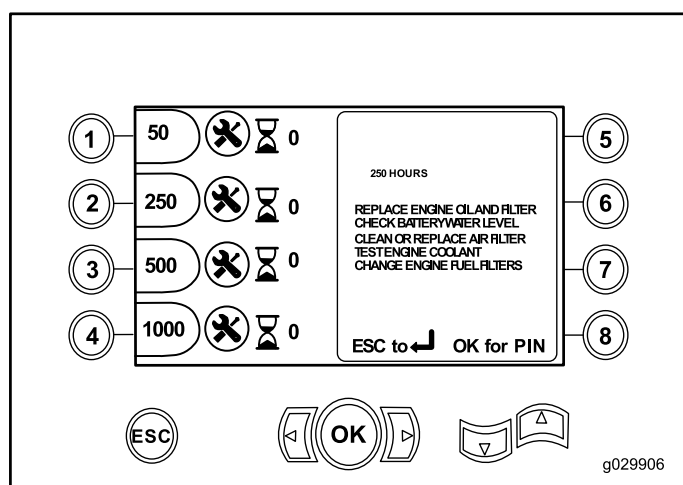

Рисунок 13
- Кнопка 2 – после наработки 250 часов (Рисунок 13)